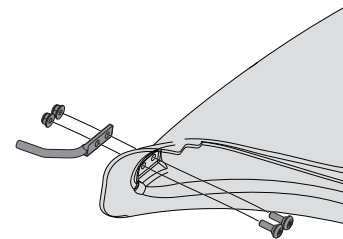

Figure 16
- Installez le support de tige de la botte (747-06043) sur la chaussure à l'aide de deux (2) vis à épaulement (738-1225) et de deux (2) écrous de fixation (712-04064) du kit de quincaillerie 689-00636. Assurez-vous que les vis à épaulement sont installées à l'intérieur de la chaussure. Voir Figure 16.